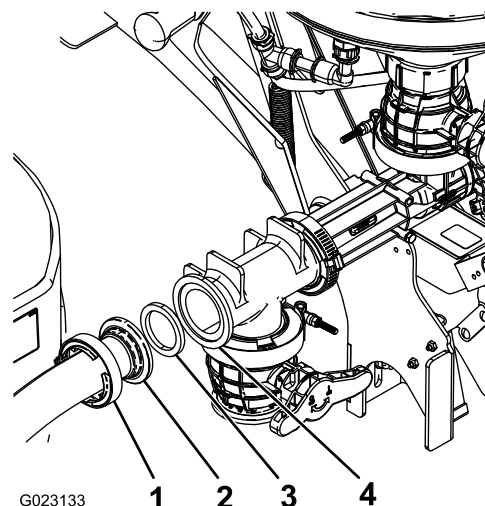

図 16
2. ホースのもう一方の端部を、エダクタの開口部前方を向いている開口部に取り付けるガスケットとホースクランプを使用する 図 16。